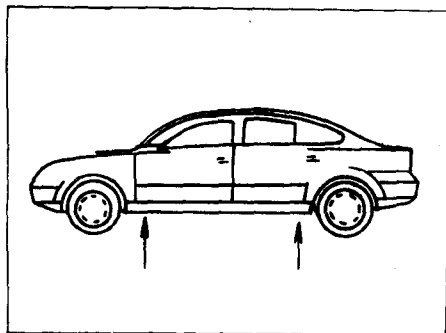

图 1-3 汽车起重器的支撑点
4) 图 1-3 中的箭头标出下梁上汽车起重器可以放置的位置；前面在一个盖的后面，后面在一个压痕